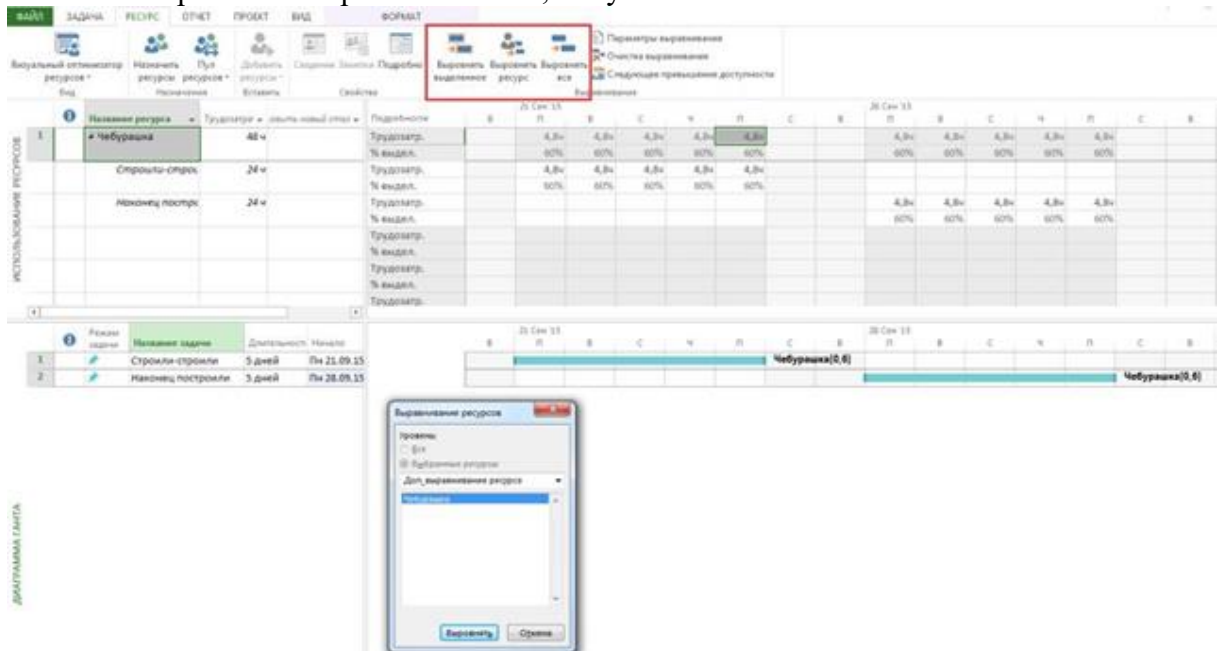

Рисунок 87 – Пример расчета проекта с выравниванием ресурсов
Если же мы проведем выравнивание по нашему ресурсу, то работы, на которых занят ресурс Чебурашка, сдвинутся во времени, и теперь будут выполняться последовательно. Загрузка ресурса в любой момент времени не превышает 60%, Рисунок 87.
2. Если необходимо выровнять конкретные ресурсы в проекте, то нужно нажать на пиктограмму «Выровнять ресурс», Рисунок 87, выбрать ресурс и нажать «ОК». В данном случае, произойдет выравнивание по конкретным выделенным перегруженным ресурсам.